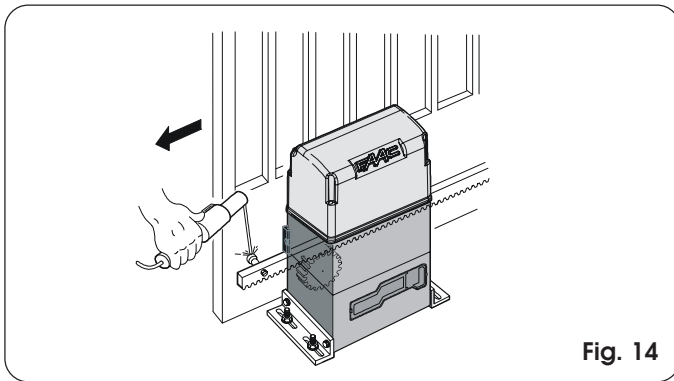

Fig. 14
- 3) Apoye sobre el piñón la primera pieza de cremallera comprobando que esté perfectamente horizontal y suelde el pasador roscado sobre la cancela tal y como se indica en la Fig. 14.